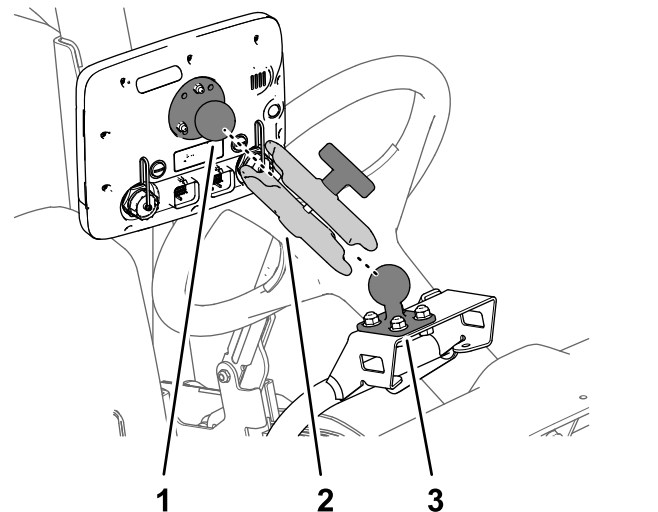

Bild 164
3. Montieren Sie das Kugelanschlussstück des Monitors und die Kugelbefestigung an der Maschine am Monitorarm (Bild 164).
4. Stellen Sie den Monitor so ein, dass er von der Bedienerposition aus sichtbar ist und ziehen Sie das Handrad des Monitorarms mit der Hand an (Bild 164).